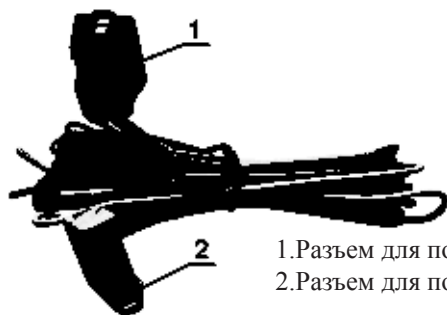

Рисунок 2. Жгут проводов.
- уложите жгут проводов рисунок 2 (поставляемый в комплекте) в салоне автомобиля таким образом, чтобы трёхконтактный разъём 1 оказался около датчика скорости, а девятиконтактный разъём 2 и концы двух свободных проводов находились под центральной консолью.